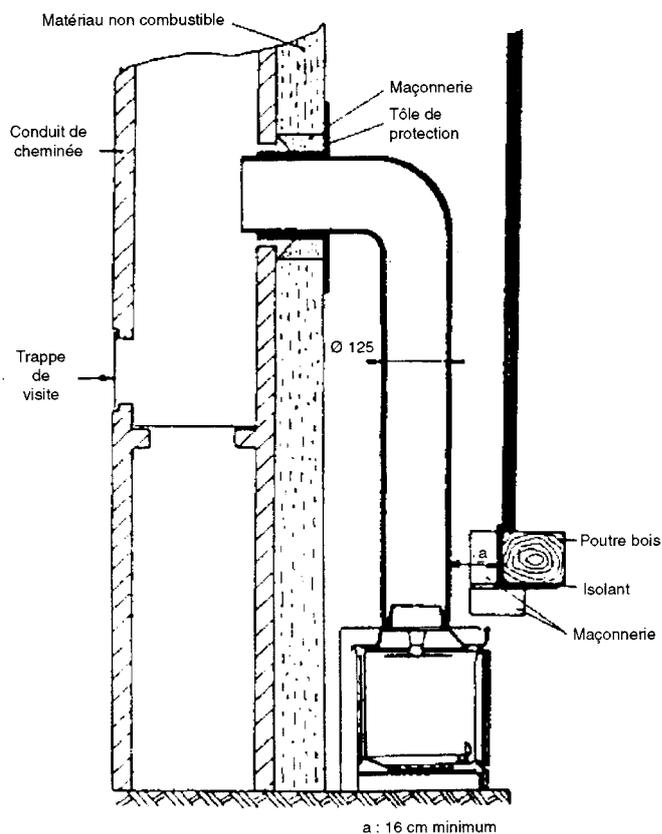

Fig. 2
b) Raccordement dans le mur (voir Fig.2)